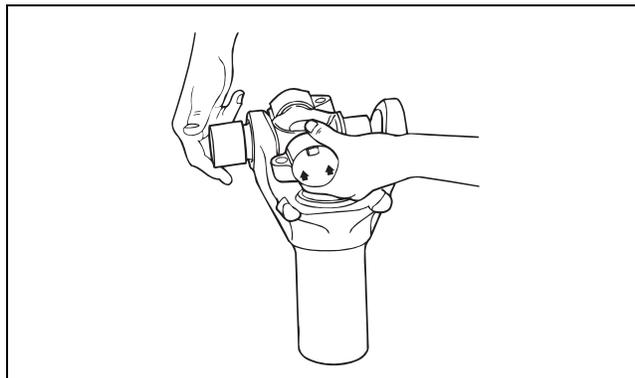

Figura 7
3. Retire el buje redondo. Figura 7.